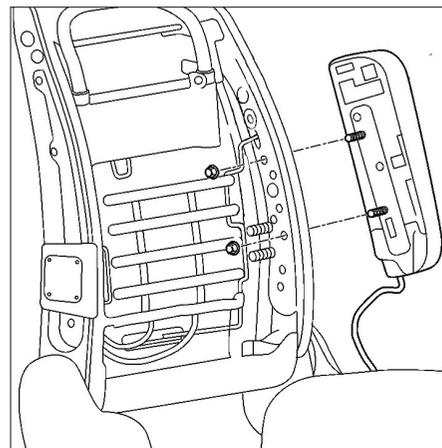

FIG. 12
- Déposer l'airbag latéral (Fig.12).